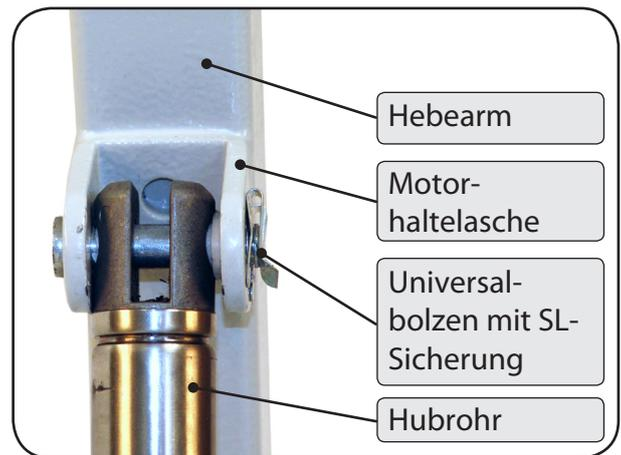

Abbildung 10
7. Heben Sie den Hebearm an und bringen Sie die Bohrung des Hubrohres mit der Motorhaltetasche des Hebearms in Deckung. Befestigen Sie den Hubantrieb an die Motorhaltetasche durch Einstecken des Universalbolzens mit anschließender Sicherung durch die SL-Sicherung (Abbildung 10).